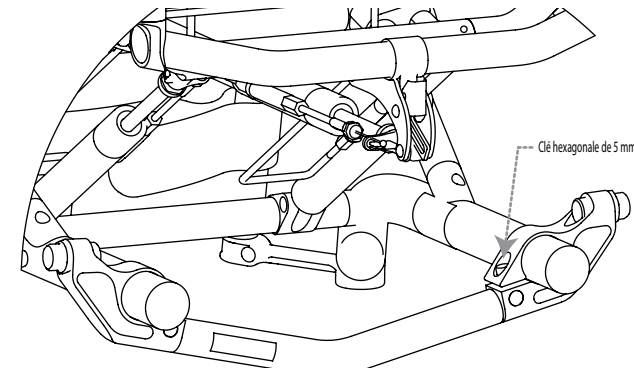

Figure 17.5
- 2 À l'aide de la clé hexagonale de 5 mm, desserrez les boulons à tête creuse M6 sur le dessus du boîtier de l'essieu/tube de carrossage jusqu'à ce qu'il soit possible de glisser l'assemblage vers l'avant ou l'arrière. (Voir la figure 17.5)